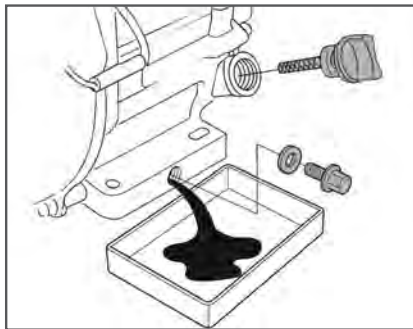

Рис. 19 Замена моторного масла
(1) Техническое обслуживание должно осуществляться более часто, при работе в пыльных условиях.
(2) Эти работы должны выполняться только в авторизованном сервисном центре.
- Открутите пробку для слива масла и слейте отработанное масло в подготовленную для этого емкость (Рис. 19).